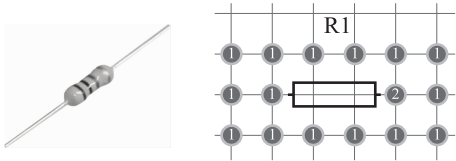

图 1-23 采用 AXIAL-0.3 封装安装指示图
(1) 如图 1-23 所示，将插件电阻安装在万能板对应位置，该焊盘间距为 300mil，对应元器件封装名为 AXIAL-0.3。